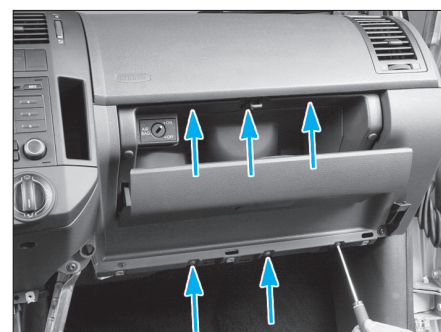

Fig. 39
- Déposer les 6 fixations (Torx de 20) de la boîte à gants (Fig.39).